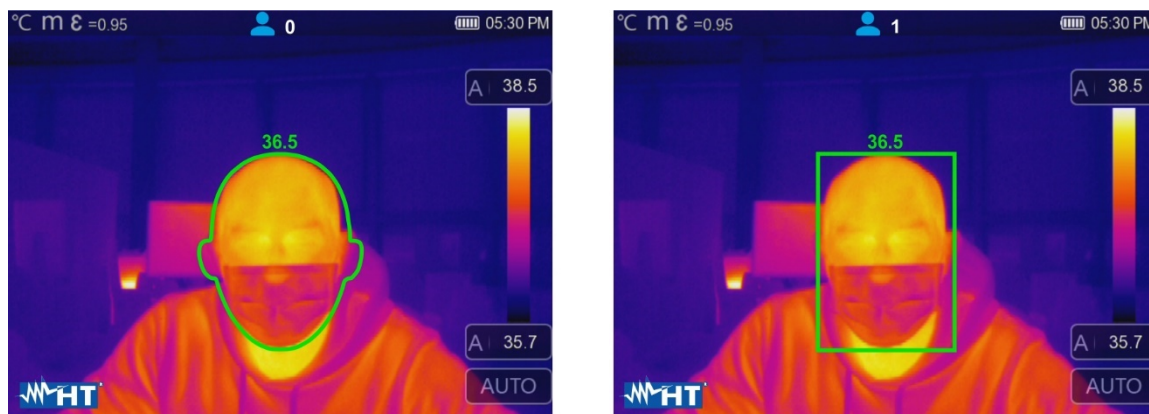

Fig. 35: Indicação Modo Face
- A área facial torna-se automaticamente retangular, conforme exibido na Fig. 35
4. O Modo Face permite a avaliação da temperatura facial em várias pessoas (até 10 pessoas) simultaneamente (veja a Fig. 35). O medidor “” presente na parte superior do dispositivo indica o número de pessoas válidas detectadas